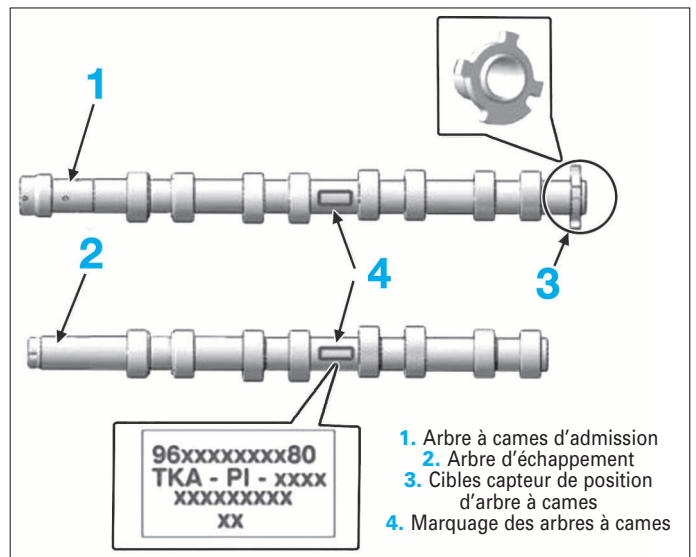

FIG. 17
Identification des marquages (4) entre les cames du 2e et du 3e cylindre (Fig.17) :